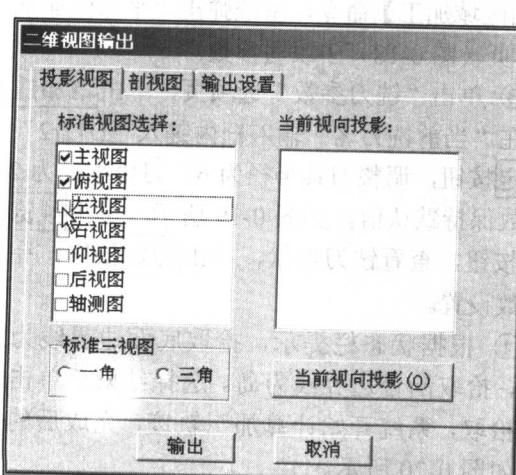

图 0-14 输出设置对话框
① 单击【文件】→【输出视图】命令，系统弹出“二维视图输出”对话框，在“投影视图”选项页选中“主视图”和“俯视图”，如图 0-14 所示，单击输出按钮，将视图输出。
② 单击【文件】→【启动电子图板】命令，启动 CAXA 电子图板。